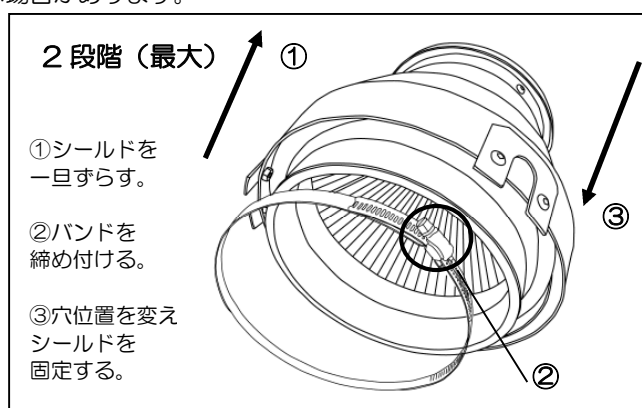

図2
- 3つのロックプレートそれぞれに2ヵ所ずつあるM5六角頭ビスを、付属の六角レンチを使用して外します。6ヵ所全て外した状態でシールドの位置を、もう一つの穴位置に来るように高さを合わせます。（図2）